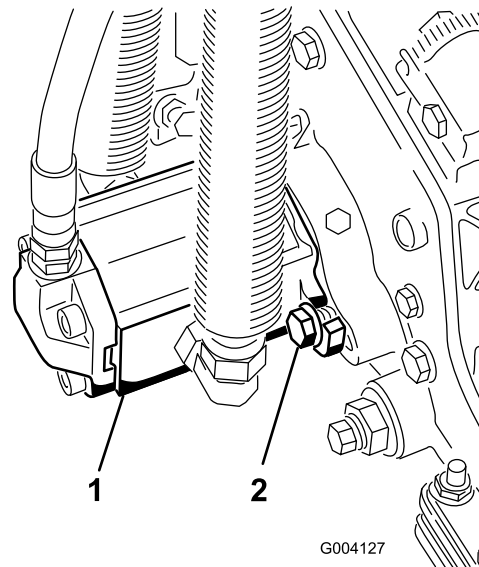

Figura 21
- Para instalar el motor, gírelo en sentido horario para que las bridas del motor no choquen con los pernos (Figura 21).